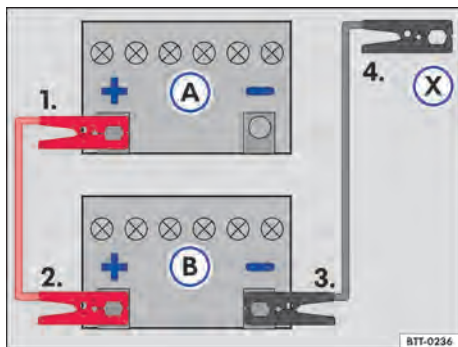

Fig. 198 Esquema para a conexão dos cabos auxiliares de partida: bateria do veículo descarregada (A) e bateria do veículo fornecedora de corrente (B).
Legenda para → Fig. 198:
- Conectar uma extremidade do cabo auxiliar de partida vermelho ao polo positivo → Fig. 198 ⊕ do veículo com a bateria do veículo descarregada (A) → ⚠.
- Conectar a outra extremidade do cabo auxiliar de partida *vermelho* ao polo positivo (+) da bateria do veículo fornecedora de corrente (B).
- Conectar uma extremidade do cabo auxiliar de partida *preto* ao polo negativo (-) da bateria do veículo fornecedora de corrente (B).
- Conectar a outra extremidade do cabo auxiliar de partida *preto* (X) no veículo com a bateria do veículo descarregada em uma peça maciça de metal aparafusada firmemente ao bloco do motor ou no próprio bloco do motor – porém não nas proximidades da bateria (A) → ⚠.